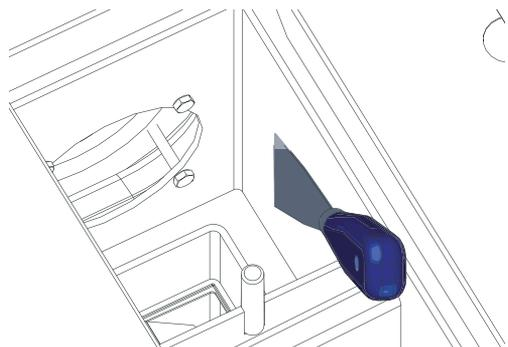

Fig. 68 Nettoyer les surfaces d'échange
- ▶ Nettoyer les surfaces d'échange avec un pinceau et une spatule – Fig. 68.